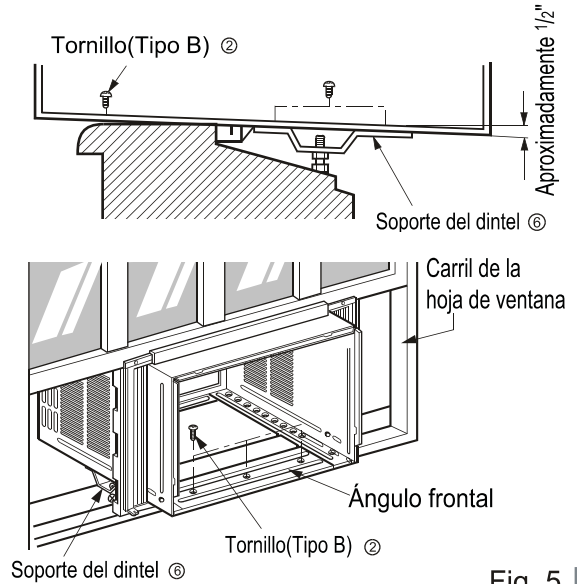

Fig. 5
5. Introduzca las guías de los inferior en la parte inferior de la carcasa con la parte delantera de la guía del marco enfocado hacia la parte delantera de la carcasa. FIG.5
6. Inserte el marco de la cortina en la guía superior las guías del marco FIG.5
7. Fije las cortinas a la unidad con 4 tornillos tipo A FIG.5
6. El gabinete debe ser instalado con una ligera inclinación (aproximadamente 1/2") de modo que el lado externo quede hacia abajo (ver Fig. 5) Ajuste el perno y la tuerca del soporte al dintel ⑥ para equilibrar el gabinete.
7. Agregue el gabinete al asiento de la ventana colocando los tornillos ② (Tipo B : Largo 16mm 5/8 - pulgadas - abajo.) a través del ángulo frontal en el asiento de la ventana.
8. Tire cada marco de la cortina ⑤ completamente para cada carril de hoja de ventana y repita el paso 2.
9. Agregue cada marco de la cortina ⑤ de la hoja de la ventana usando tornillos ③ (Tipo C)